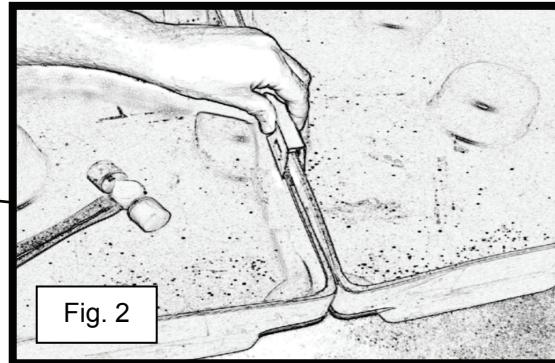

Fig. 2
- 2) Sæt boret på borestedet og bor hul til gummigennemføringen (se fig. 2). Når dette er gjort på det første opsamlingskar, bores der hul på samme måde i det andet kar, som skal sammenkobles. **BEMÆRK:** Det andet opsamlingskar har et tilsvarende borested over for det, som du allerede har boret.
- 2) Sæt to opsamlingskar sammen (se fig. 2). Sæt samleclipsen ned over kanterne på opsamlingskarrene (se fig. 2).
- 3) Når samleclipsen er placeret på kanterne på de to opsamlingskar, skal den clipsen bankses på plads med en plast-/gummihammer eller en lille almindelig hammer (se fig. 2 og 3). **BEMÆRK:** Brug ikke hånden. Hvis clipsen bankses ned med hånden, er der risiko for personskade.